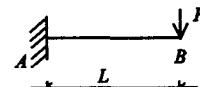

图 3-1
1. 某悬臂梁受力情况如图 3-1 所示，其 B 点处的弯矩数值大小为
2. 如图 3-1 所示，其 A 点处的剪力数值大小为( )。